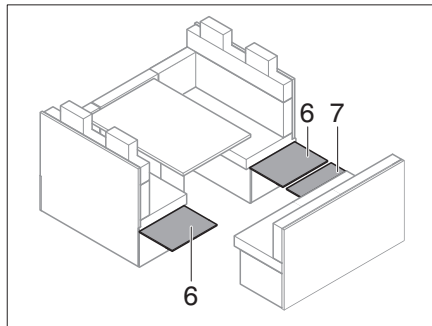

Fig. 220 Déployer les parois latérales
- Déployer les parois latérales des coffres de siège (Fig. 220,6) et la paroi avant des coffres de siège (Fig. 220,7).